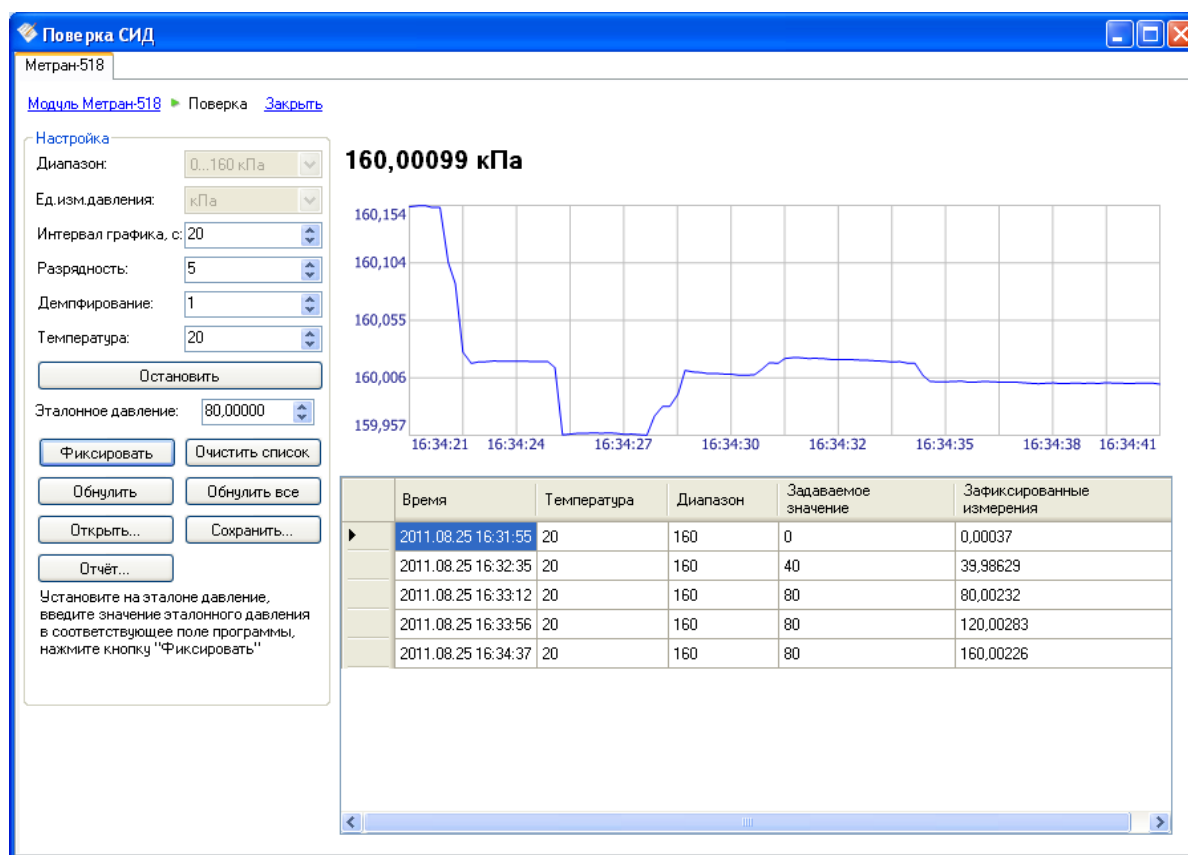

Рисунок 4.102 – Режим поверки модуля давления Метран-518
- Поверка модуля давления (см. Рисунок 4.102);
В окне программы расположены следующие компоненты (см. Рисунок 4.102):